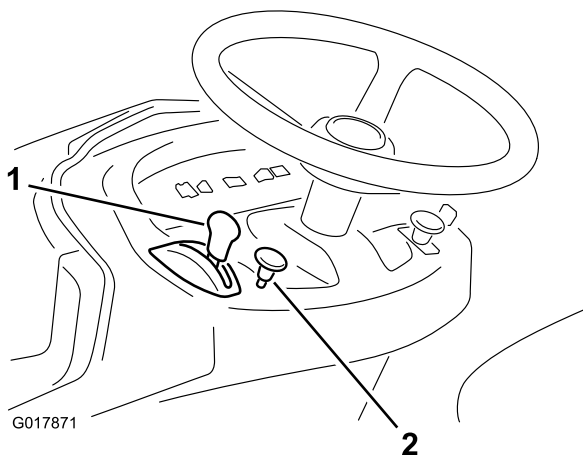

Figure 9
6. Pour démarrer un moteur à froid, tirez sur la commande de starter (Figure 9)
8. Lorsque le moteur démarre, amenez progressivement la commande d'accélérateur en position Haut régime (Figure 9).
1. Placez la commande d'accélérateur à la position Bas régime (Figure 9).